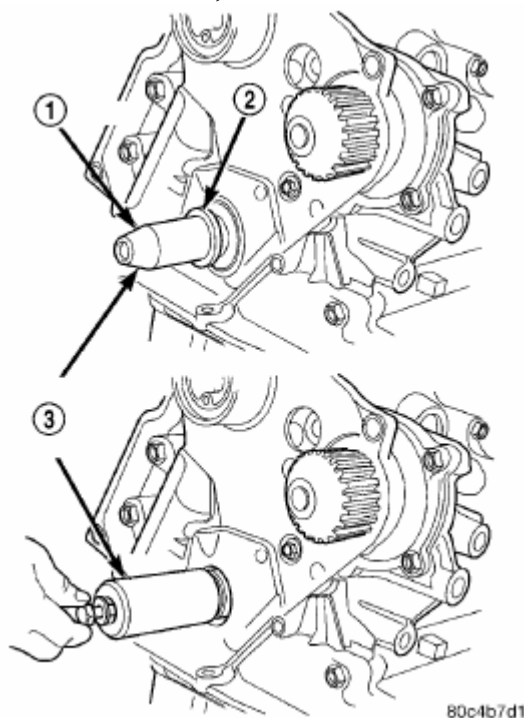

Рис. 54. Установка переднего уплотнения коленчатого вала.
(1) Установить новое уплотнение при помощи спец.приспособления 6780 (Рис. 54).
(2) Поместить уплотнение в отверстие с уплотнительной пружиной внутрь двигателя. Установить уплотнение так, чтобы оно было заподлицо с крышкой.